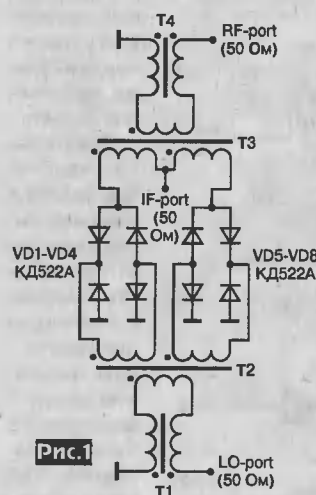
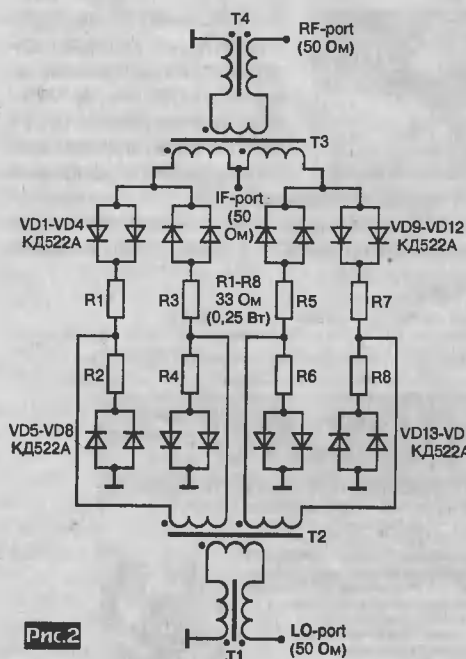

Рис. 1
Рис. 2
СМ динамичных трансиверов (т.н. дуальный СМ). Схема простого исследуемого СМ представлена на **рис. 1**, а модифицированный дуальный СМ, исследование которого было выполнено автором - на **рис. 2**. В таблице приведены моточные
2. Необходимо строго следить за фазировкой обмоток согласно рис. 2